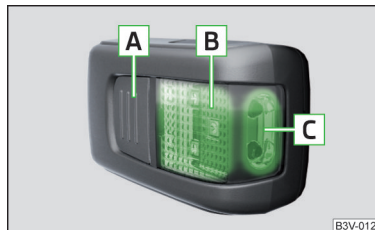

Fig. 109
Descrierea lămpii » fig. 109
- Pentru **aprinderea** lămpii scoase, apăsați butonul **A** » fig. 109. Printr-o nouă apăsare, lampa se **stinge**.
Dacă lampa nu este stinsă și așezată corect în suport, lămpile LED din partea din față a lămpii **C** » fig. 109 se sting automat.